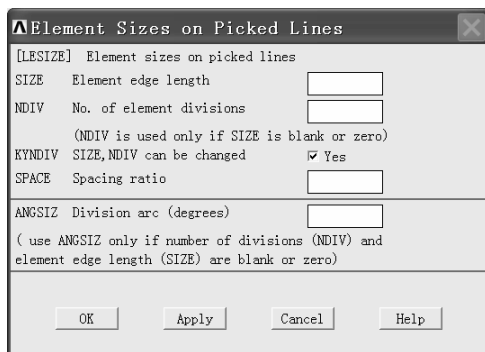

图 2-154 “Element Sizes on Picked Lines” 窗口
(5) 单击“Element Si...”窗口中的“Pick All”按钮，弹出“Element Sizes on Picked Lines”窗口（见图 2-154）。